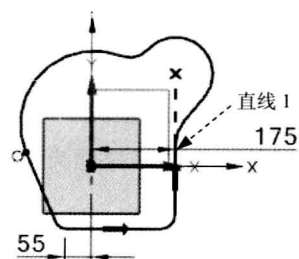

图 2.14.7 水平标注 (二)
Step 2 参照上述步骤标注直线 1 与竖直轴线之间的距离 (图 2.14.7), 尺寸值为 175。